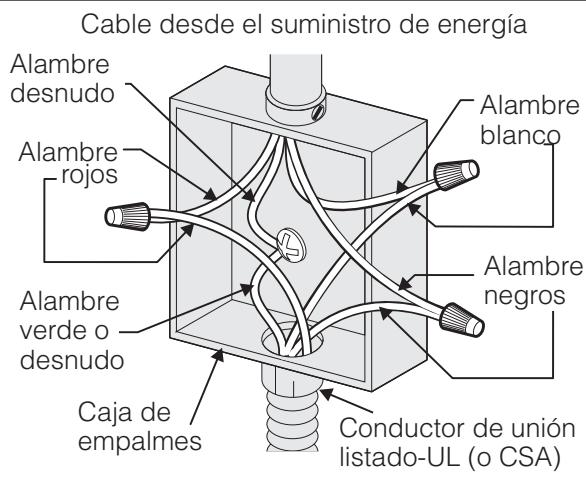

**Figura 5 - CAJA DE EMPALMES DE 3 ALAMBRES PUESTA A TIERRA**
Donde los códigos locales permitan conectar el conductor de puesta a tierra del electrodoméstico al neutral (blanco) (ver figura 5):
2. En el interruptor automático, caja de fusibles o caja de juntas: conectar el aparato y los cables residenciales como se muestra en la figura 5.
**ADVERTENCIA** Este electrodoméstico está fabricado con un suministro eléctrico neutro blanco y un alambre de cobre conectado al armazón. El armazón esta puesto a tierra por un enlace de la conexión a tierra con la conexión del neutro al final de la línea eléctrica, si es usado en los estados unidos una nueva instalación de circuito de bifurcación (1996 NEC), casa rodante, vehículos recreacionales, o donde los códigos locales no permitan poner a tierra mediante el neutro (blanco) o en Canadá, desconectar la conexión blanca de la verde y utilizar la conexión a tierra para poner a tierra la unidad de acuerdo a los códigos locales, conectar el neutro al circuito de bifurcación- conductor neutro de manera usual. Ver Figura 6. Si su electrodoméstico va a ser conectado a una caja de conexión puesta a tierra de 3 cables (en los estados unidos solamente), donde los códigos locales permitan conectar el conductor de poner a tierra-electrodoméstico con el neutro (blanco) ver Figura 5.